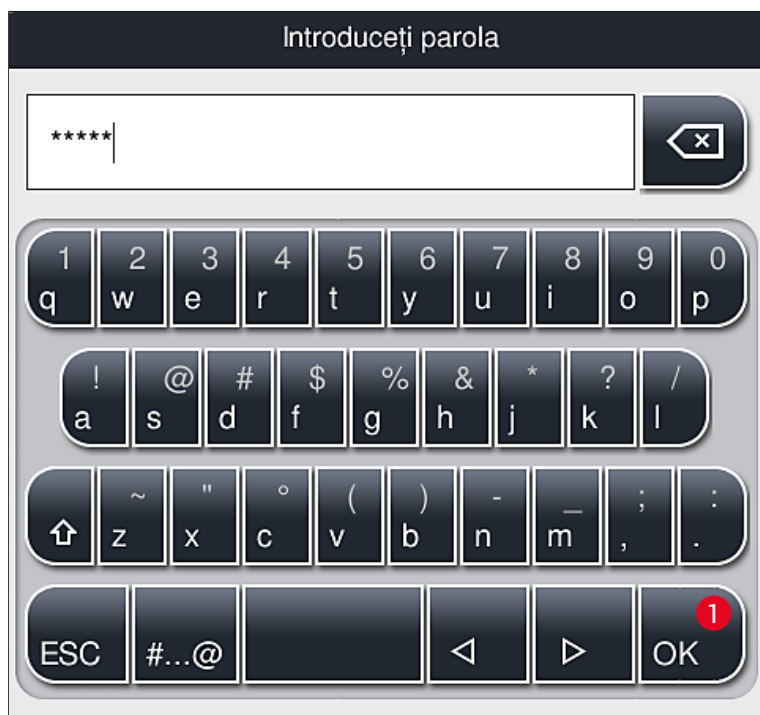

Fig. 28
2. Ca urmare, va fi afișată o tastatură (→ Fig. 28), prin intermediul căreia se poate introduce parola.